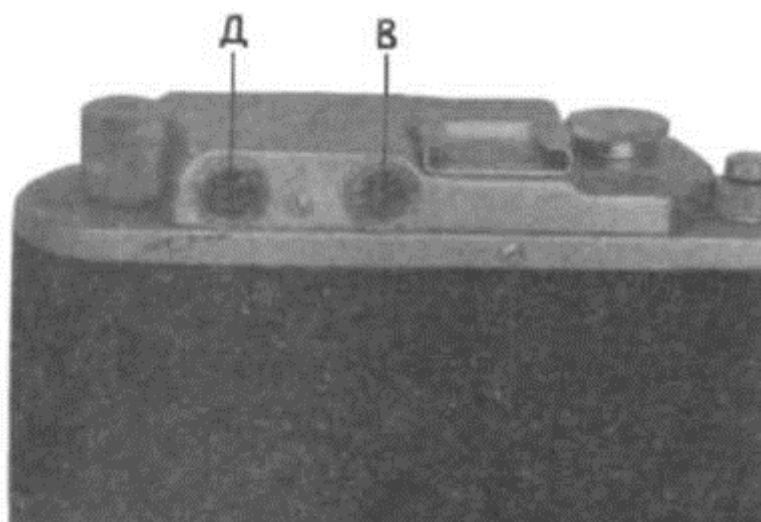

Рис. 12
5. Установите объектив на резкость, наблюдая в окуляр «Д» дальномера (рис. 12).
6. Наведите на снимаемый объект, наблюдая в окуляр «В», видоискатель (рис. 12).
1. Держа аппарат, как показано на рис. 13 и 14, через левый смотровой глазок «Д» (рис. 12) наведите на предмет, который собираетесь снимать.